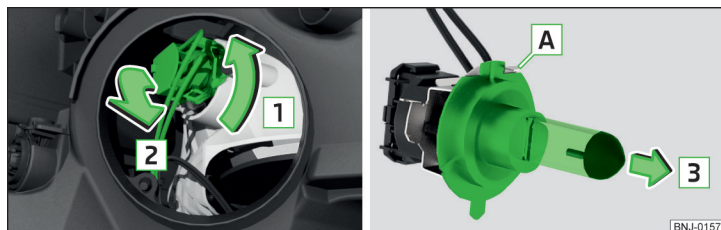

Fig. 212 Înlocuirea becului pentru faza scurtă
- Rotiți conectorul, împreună cu becul cu incandescență, în sensul săgeții **[1]** » fig. 212.